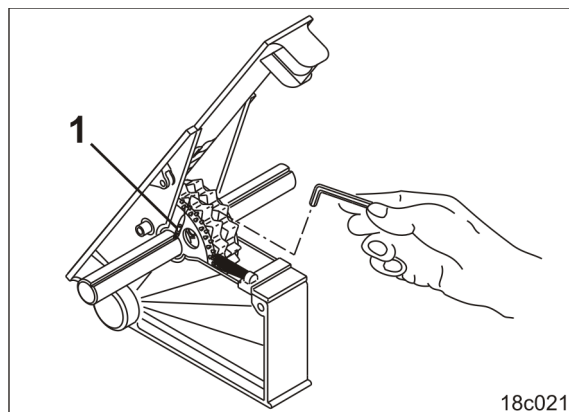

Fig. 247
3. Desfaceți șuruburile Inbus (Fig. 247/1) ale noilor roți de distribuție ale cărărilor tehnologice atât de mult până când roțile noi de distribuție ale cărărilor tehnologice permit să fie rotite liber pe axul de distribuție.